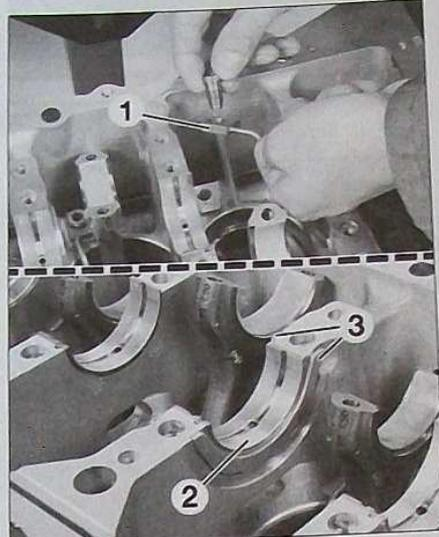

FIG. 47
- Reposer les gicleurs de fond de pistons (1) (Fig.47).
- Monter dans le bloc-cylindres les coussinets (2) rainurés, huilés, suivant la classe déterminée pour chaque tourillon.
- Placer de chaque côté du palier n°2 (côté volant moteur), les cales de réglage (3) du jeu axial avec la face rainurée côté vilebrequin.